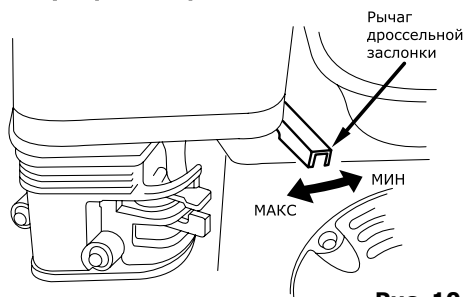

Рис. 10
- Поставьте рычаг дроссельной заслонки на 1/3 хода в сторону положения «МАКС» (рис. 10).
По мере прогрева двигателя постепенно передвиньте рычаг воздушной заслонки в положение «Открыто». Число оборотов двигателя и соответственно производительность двигателя регулируются изменением положения рычага дроссельной заслонки (рис. 10).